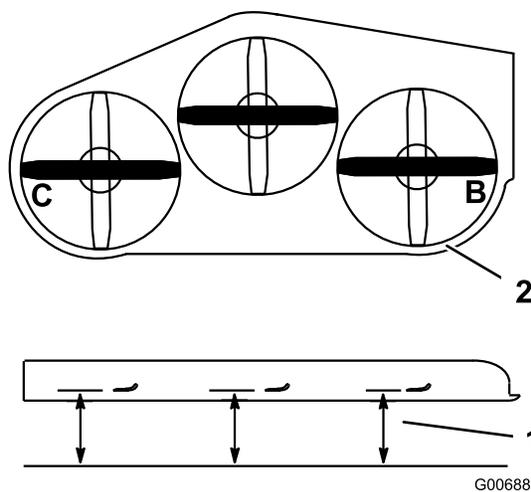

Figura 80
- Posizionate la lama **destra** fianco a fianco (Figura 80).
- Misurate la lama destra al punto **B** da una superficie piana fino al tagliente della punta della lama (Figura 80).
- Posizionate la lama sinistra fianco a fianco (Figura 80).
- Misurate la lama sinistra al punto **C** (Figura 80) da una superficie piana fino al tagliente della punta della lama.